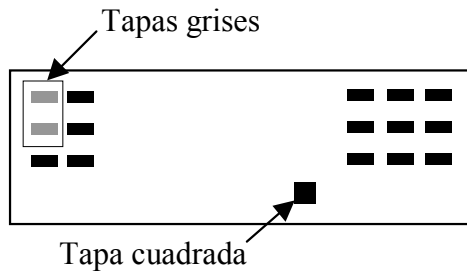

Figura 5-8
- Instale las dos tapas rectangulares de color gris sobre S1 y S3, en la situación que se indica en la Figura 5-8, presionándolas sobre el émbolo del interruptor.